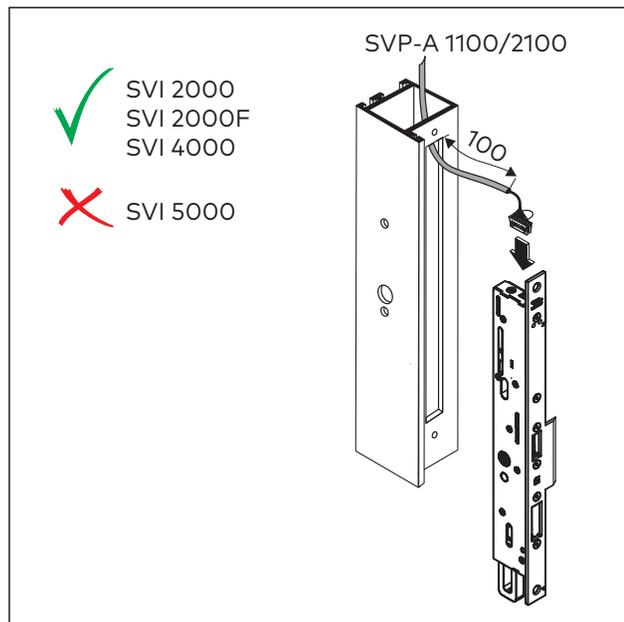

Abb. 32 Kabel anschließen
3. Das Anschlusskabel SVP-A 1100/2100 einziehen und an das Schloss anschließen (Abb. 32).